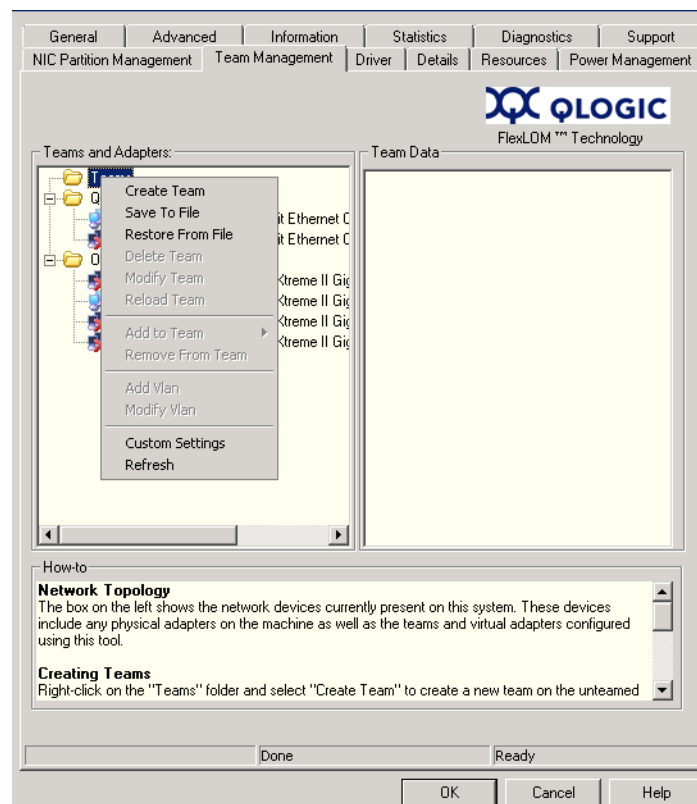

Abbildung 3-2. Erstellen eines Teams
1. Klicken Sie mit der rechten Maustaste auf das Symbol des Ordners **Teams**, und klicken Sie dann auf **Create Team** (Team erstellen) (siehe Abbildung 3-2).